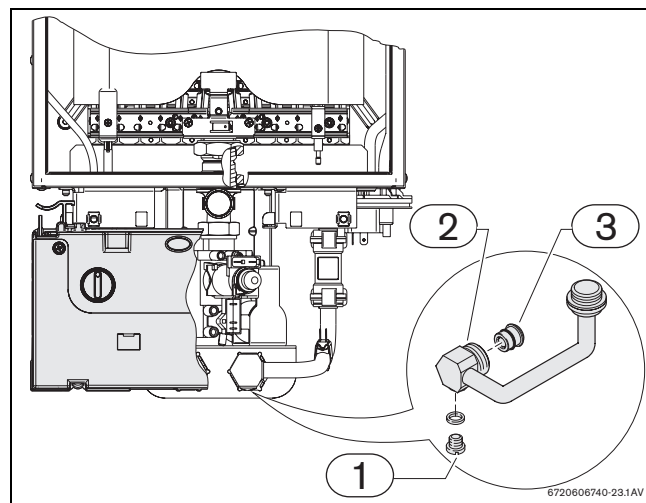

Fig. 12 Vite di scarico
- ▶ svitare ed asportare la vite di scarico (→Fig. 12, [1]).
- ▶ Non installare l'apparecchio in ambienti che presentino rischi in cui la temperatura possa scendere a 0° C. Nel caso, chiudere il rubinetto d'ingresso acqua fredda (→Fig. 2, [230]), aprire un rubinetto d'acqua calda, svitare con una chiave di misura corrispondente l'apposita vite (→Fig. 12, [3]) e scaricare l'acqua presente nell'apparecchio.